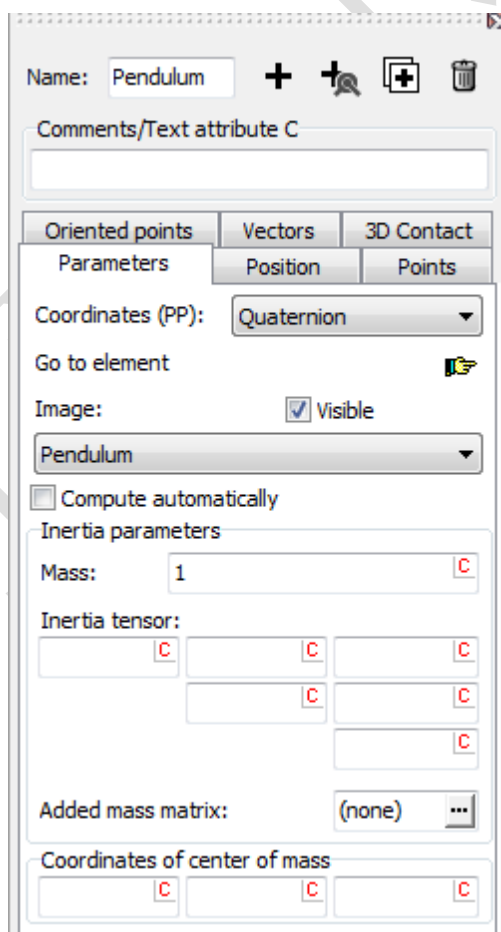

图 1.10 定义刚体参数
5. 设置质量参数 **Mass = 1** (kg)，如图 1.10 所示。